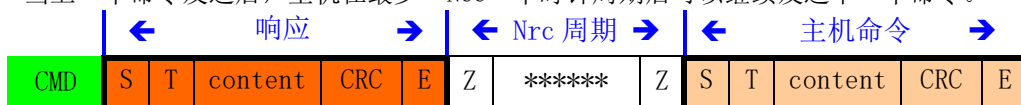

图 4-26: 响应结束-下个命令开始时序(数据传输模式)
停止命令的工作机制同读操作类似。图 4-23 到图 4-26 描述了不同卡状态的停止命令
就会擦除选定的块。同样，设置和清除写保护命令也会开始编程操作。擦除或者编程期间，卡会持续发出 busy 信号 (拉低 DAT0)。总线时序和图 4-26 中的一致。
- 重选一个 busy 卡 当一个正处于 disconnect 状态的 busy 卡 Bei 选中的时候，它会重新发出 busy 信号。这个命令，响应，busy 的时序图和图 4-26 中一致。